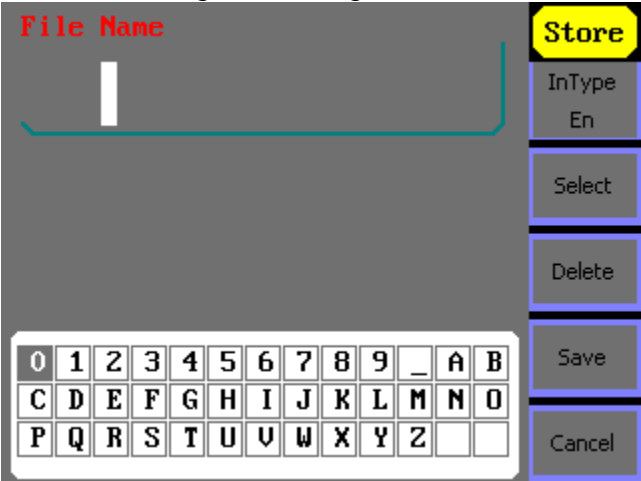

Рис. 9-2 Окно ввода имени файла
- 3. Выбрав необходимую ячейку, нажмите кнопку **Save**. В открывшемся окне (рис. 9-2) задайте имя ячейки и нажмите **Save** еще раз для сохранения.
2. Нажмите кнопки **Browser ► Directory** и используя курсорные кнопки “вверх” и “вниз” выберите “USB Device (A:)”. Используйте курсорную кнопку “вправо” для открытия списка папок имеющихся на USB-диске. Для перемещения по списку папок используйте курсорные кнопки “вверх” и “вниз”. Выбрав необходимую папку нажмите кнопку **Save**, в открывшемся окне (рис. 9-2) введите имя файла и нажмите **Save** еще раз для сохранения.